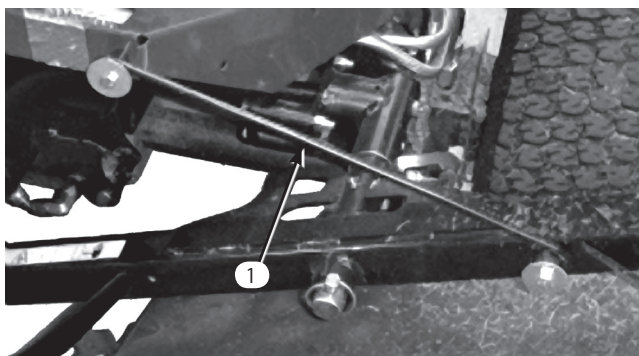

図8
4. 前のキャリア・フレーム・リテーナからラッチのロッド (図8) を外す。
5. 前カッティング・デッキの外側を持ち上げ、運転台前部のフレームについているピンにラッチを掛ける (図8)。